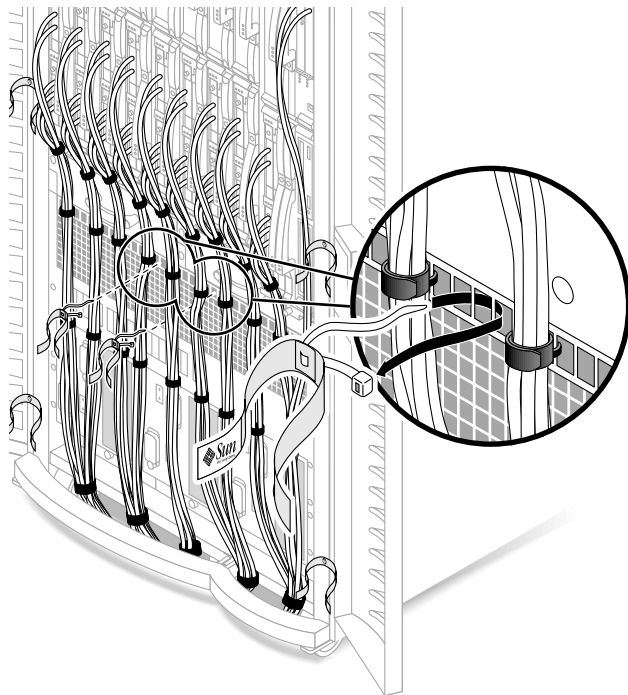

図 10 エアプリナムの保守ストラップ
2. エアプリナムの中央で、1本の 30.5 cm (12.0 インチ) の緑のタイラップ付きケーブルハンガーストラップ (No. 1) を、スロット SB2 と SB3 の間にしっかりと結び付け、タイラップの端を切断します (図 10)。